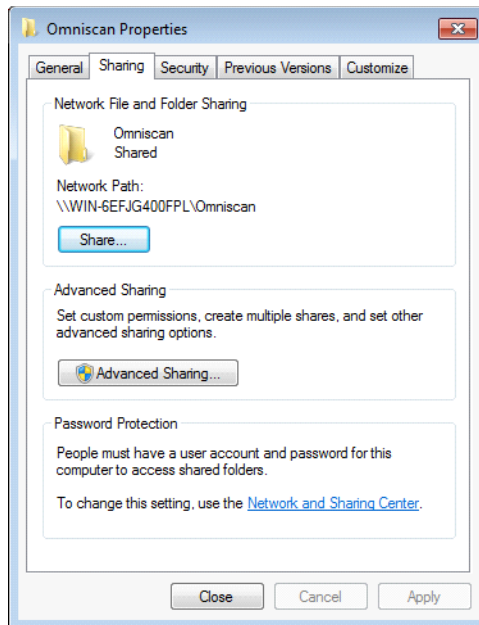
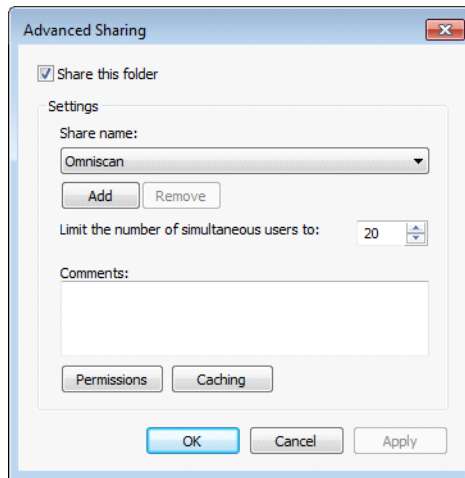

Рис. 7-27 Окно Свойства Omniscan (Windows 7): Безопасность
Рис. 7-30 Окно Расширенный доступ (Windows 7)
3. В диалоговом окне **Omniscan Properties** (Свойства Omniscan) щелкните **Sharing** [Общий доступ] (см. Рис. 7-27 на стр. 228).
- В диалоговом окне **Omniscan Properties** щелкните **Advanced Sharing** [Расширенный доступ] (см. Рис. 7-27 на стр. 228). Откроется диалоговое окно **Advanced Sharing** (см. Рис. 7-30 на стр. 231).